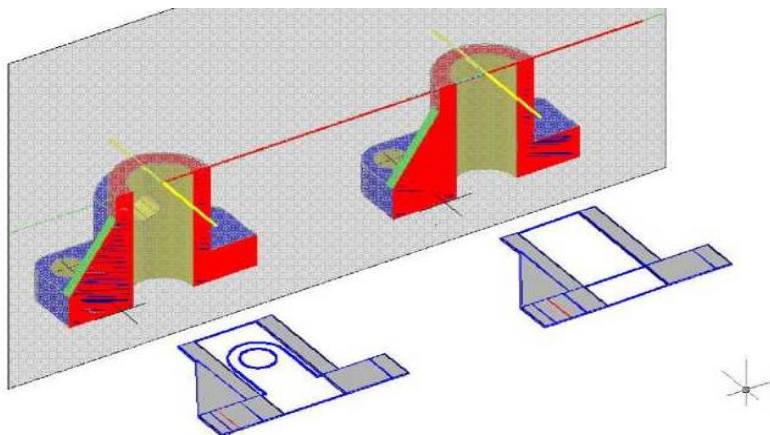

Рис. 51 – Автоматическое построение 2D блока сечения
8. **Построение 2D блока сечения фронтальной секущей плоскостью.** Выделить секущую плоскость, активизировать стрелку-меню (сделать треугольник красным), включить функцию создания 2D блока сечения. Ответить на подсказки: указать точку расположения сечения на поле чертежа, задать масштаб по оси X и оси Y равным 1, угол поворота – 0° (рисунок 51).